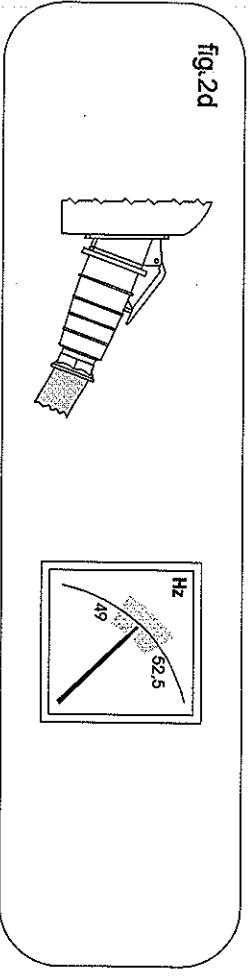

fig.2d
- 5) Collegare le apparecchiature alle prese del quadro, e verificare che in tali condizioni la frequenza di lavoro rimanga all'interno del range 49-52,5Hz (fig.2d). Durante il funzionamento verificare spesso il valore della frequenza, ed eventualmente correggerla adeguando il numero di giri dell'alternatore.
- 5) Schließen Sie die Geräte an die Abgriffe der Schalttafel an und überprüfen Sie unter diesen Bedingungen, ob die Betriebsfrequenz sich innerhalb des Bereichs von 49-52,5Hz (Abb. 2d) befindet. Während des Betriebs ist der Frequenzwert häufig zu überprüfen und ggf. durch Anpassung der Drehzahl des Traktors zu korrigieren.
- 5) Connect equipments to the control board and check that the frequency value is kept within the range 49-52,5Hz. Check often frequency value during working period and adjust it if necessary by modifying tractor rpm. (fig.2d)
- 5) Brancher les appareils sur les prises du tableau électrique, et vérifier que dans ces conditions la fréquence de travail reste à l'intérieur de la plage de valeurs 49-52,5Hz (fig.2d). Pendant le fonctionnement, Vérifier souvent le nombre de tours du tracteur, et éventuellement le corriger en adaptant le nombre de tours du tracteur.
- 5) Conectar los equipos a la toma de corriente del cuadro, y comprobar que en estas condiciones la frecuencia de trabajo se mantenga en el interior del intervalo 49-52,5 Hz (fig.2d). Durante el funcionamiento controlar a menudo el valor de la frecuencia, y eventualmente corregirlo modificando el número de revoluciones del tractor.